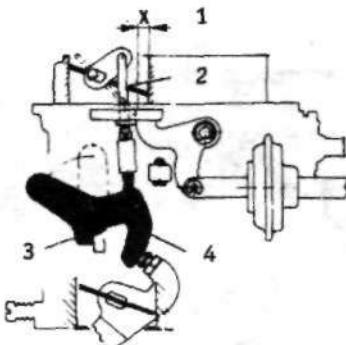

Рис.13.16. Проверка механического опускания воздушной заслонки (карбюратор Weber 34 DMTR 54/250 (раздел 5):
17. Для проверки механического опускания воздушной заслонки (см. рис.13.16) полностью закрыть воздушную заслонку с помощью приводного рычага, а затем открыть ее против давления пружины. С помощью сверла проверить, чтобы расстояние "Х" было равно 8,5-9,5 мм. По необходимости отрегулировать это расстояние, соответствующим образом подогнув упорный язычок на рычаге воздушной заслонки.